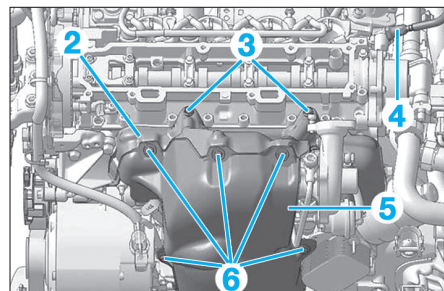

Fig. 46
- Débrancher le raccord (4) de la pompe à vide (Fig.46).